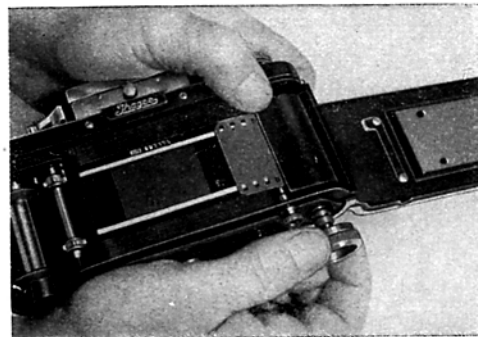

fig. 41
ment (37) (fig. 41). Repoussez ce bouton par sa bague extérieure moletée. Le poussoir de réenroulement (7) étant revenu dans sa position initiale, l'appareil est à nouveau prêt pour le transport normal du film vers l'avant.